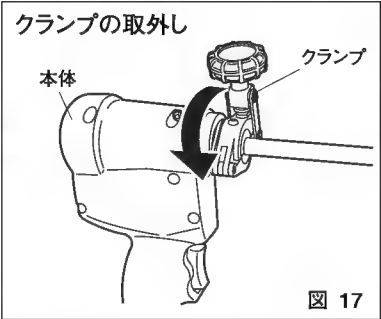

図 17
(3) パイプ取外し
① クランプを本体に取付けた時と反対の手順でクランプを本体から外してください。(図17)